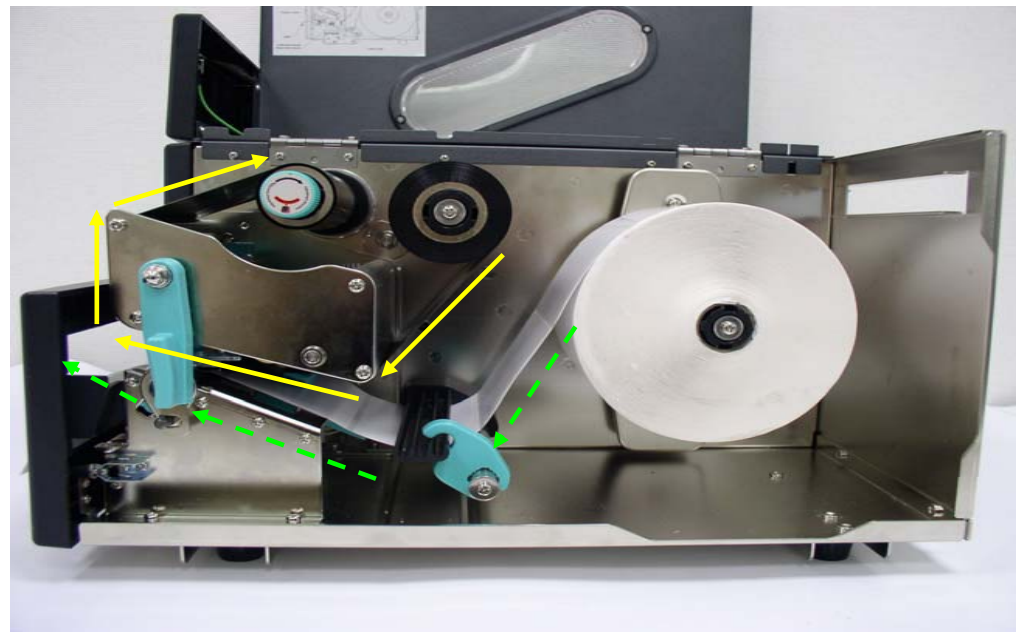

Figura 3. Pozitionare banda ribon (marcaj galben continuu) si rola etichete (marcaj verde intrerupt)
5. Ridicati angrenajul capului de tiparire actionanad maneta (4) inspre sus.
- Pozitionati ribonul pe **(2) tambur sustinere ribon** (vezi figura 3)
- Pozitionati rola de etichete pe tamburul (3) - (vezi figura 3).
- Conduceti banda cu etichete, cu fata imprimabila inspre sus, prin **(3)ghidajul etichete**, ajustand deschiderea acestuia dupa latimea etichetelor.Treceti eticheta pe sub bareta (6).